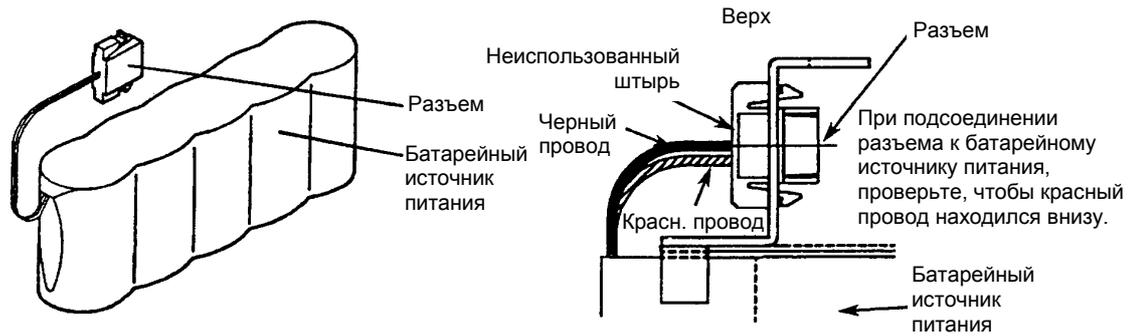

Рисунок 6.12 Батарейный источник питания и разъем
- ① Убедитесь, что питания FCU включено.
- ② Установите тумблер блока питания BATTERY ONN/OFF(ВКЛ/ВЫКЛ БАТАРЕЙ) в положение ВЫКЛ (OFF) Тумблер является запирающим тумблером. Потяните рукоятку вперед, чтобы изменить его положение.
- ③ Ослабив монтажные винты батарейного модуля, потяните рукоятку вперед. Вытяните ее примерно на 10 мм, чтобы отсоединить батарейный модуль от разъема внутри блока питания.
- ④ Еще немного вытяните батарейный модуль, чтобы освободить его от крепежа (150 мм глубиной)
- ⑤ Отсоедините задние удерживающие батареи скобы (два винта М3).
- ⑥ Освободите разъем из квадратного отверстия, нажав внутрь на два выступа. Разъем можно легко снять, аккуратно захватив его длинными плоскогубцами и надавив вперед (Смотрите Рисунок 6.12)
- ⑦ Установите батарейный источник питания, выполнив процедуру снятия в обратной последовательности. Направление разъема смотрите на правом рисунке 6.12.
- ⑧ Когда батарейный источник питания установлен в блок питания, установите переключатель BATTERY ONN/OFF(ВКЛ/ВЫКЛ БАТАРЕЙ) в положение ВКЛ (ON).